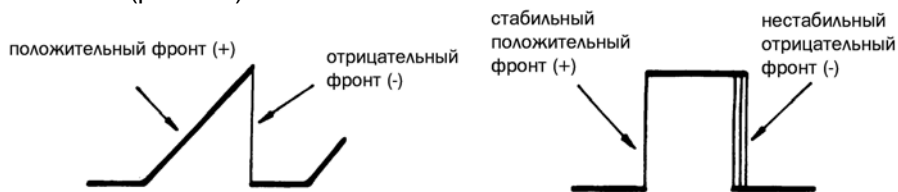

Рисунок 2-4. ВЫБОР ПОЛЯРНОСТИ СИНХРОНИЗАЦИИ
(2) Выбор полярности синхронизации
Переключатель SLOPE (30) определяет на фронте или на спаде импульса будет находиться точка запуска развертки изображения (рис. 2-4). В нажатом состоянии ручки запуск развертки осуществляется по фронту, в вытянутом – по спаду.
(3) Выбор уровня синхронизации